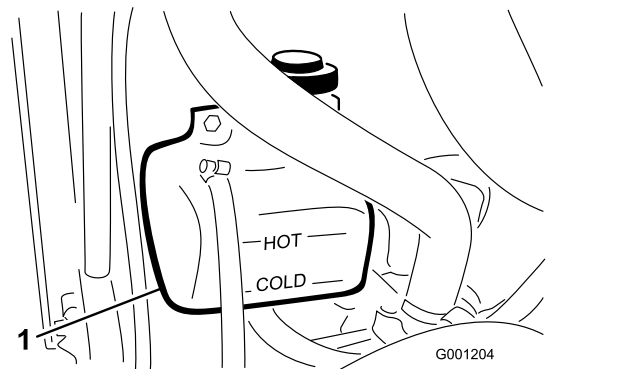

Figura 70
1. Verifique o nível de líquido de arrefecimento do depósito secundário (Figura 70).